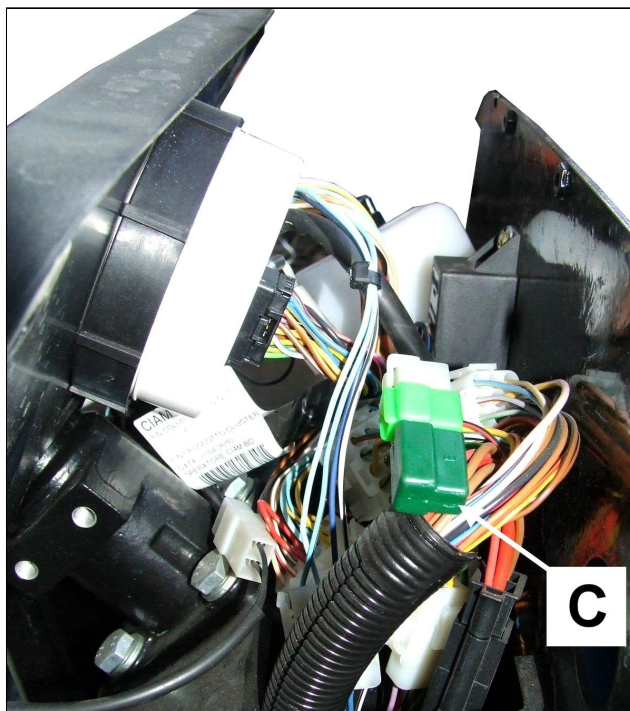

Fig.1a
- Particolare **A**, Diodo (servono per evitare ritorni di corrente e far funzionare normalmente le sicurezze di avviamento della macchina, montarli come in Fig.1a).